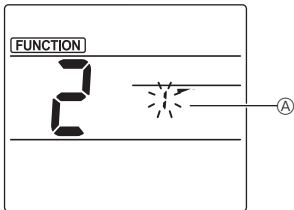

Fig. 2
- ② Odabiranje broja krilca (Fig. 2)